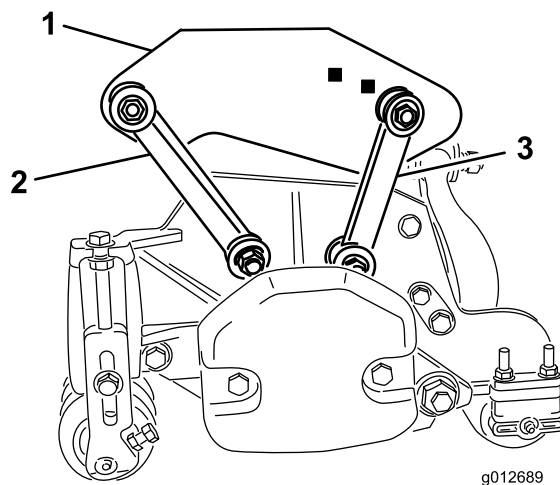

Figura 19
- Fixe as ligações de montagem frontais à estrutura de suporte com um parafuso ($3/8'' \times 2\frac{1}{4}''$), 2 anilhas de cabeça chata e uma porca de bloqueio, como se mostra na Figura 19. Posicione uma anilha em cada lado da ligação quando estiver a montar. Aperte os parafusos e porcas com 42 N m.
- Fixe as ligações de montagem traseiras à estrutura de suporte traseira com um parafuso ($3/8'' \times 2\frac{1}{4}''$), 2 anilhas de cabeça chata e uma porca de bloqueio, como se mostra na Figura 19. Posicione uma anilha em cada lado da ligação quando estiver a montar. Aperte os parafusos e porcas com 42 N m.